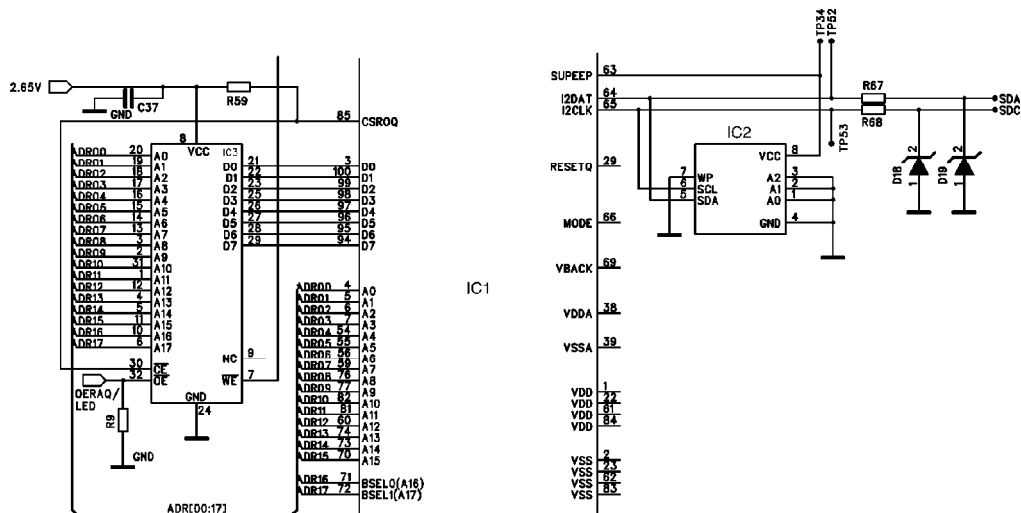

Fig. 24
6.1.3. FLASH ROM (SEE Fig. 24)
6.1.4. EEPROM (SEE Fig. 24)
6.1.5. FACTORY SERIAL PORT (SEE Fig. 24)